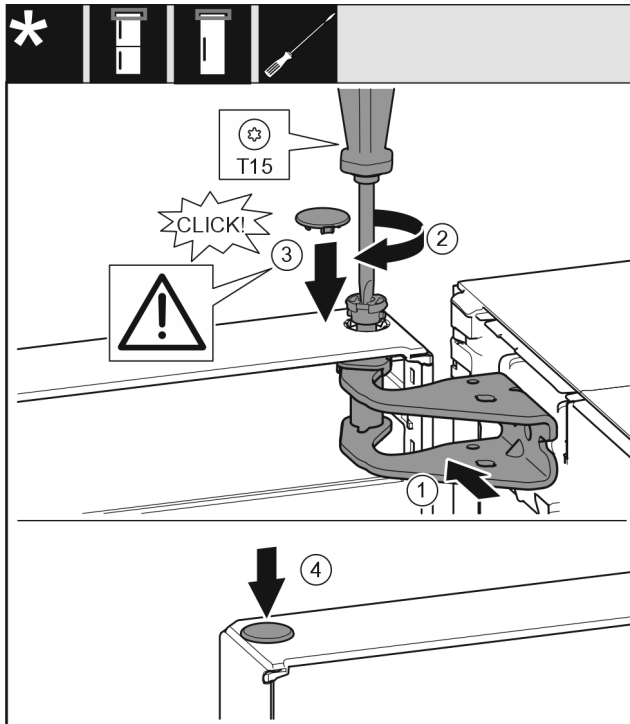

Fig. 21
- ▶ Allineare la porta in alto all'apertura nel blocco di supporto. Fig. 21 (1)
- ▶ Inserire i perni e serrare con il cacciavite T15. Fig. 21 (2)
- ▶ Montare la copertura di protezione della porta: inserire la copertura di protezione e controllare se appoggia sulla porta. Altrimenti inserire completamente il perno. Fig. 21 (3)
- ▶ Inserire i tappi. Fig. 21 (4)